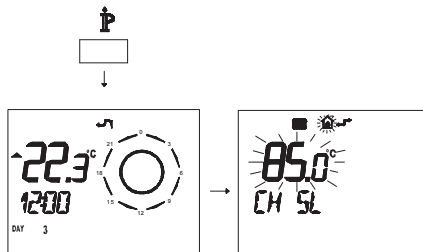

Figura 5.39
- Premere per più di 3 secondi il pulsante **P** per entrare in modalità **INFO** (Figura 5.39).